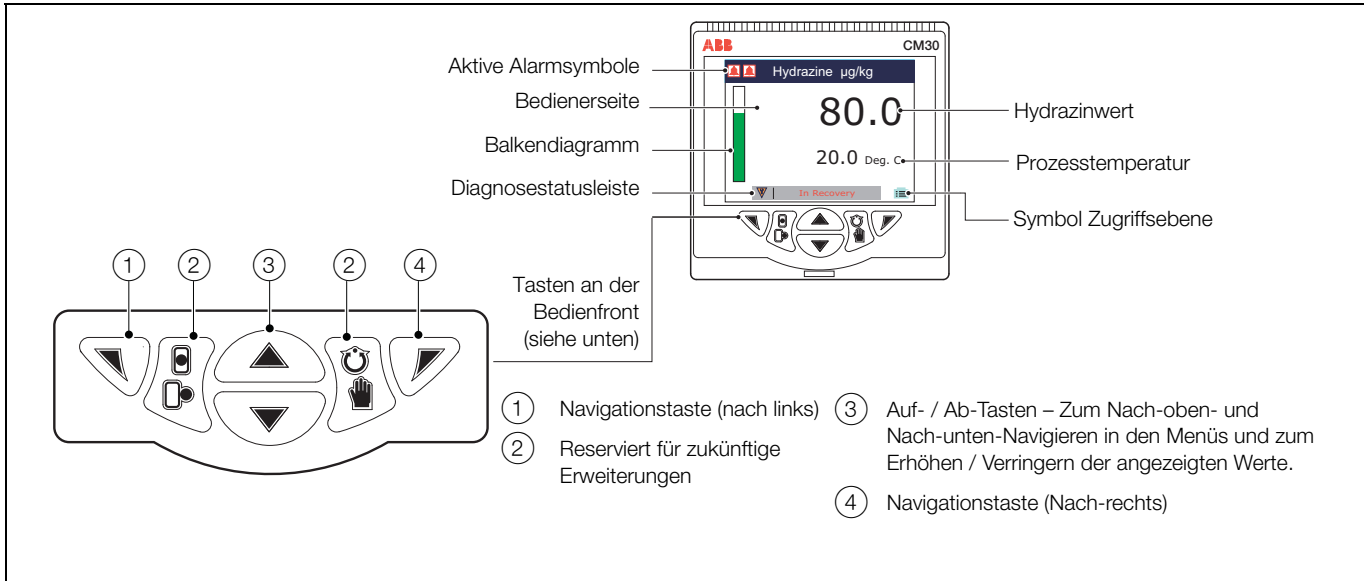

Abb. 6.1 Bedienerseite und Tasten
Die Bedienerseite, deren Symbole und die Tasten an der Bedienfront sind in Abb. 6.1 dargestellt:
1. Drücken Sie auf der Seite *Operator page* (Bedienerseite) (siehe Abb. 6.1), die Taste .